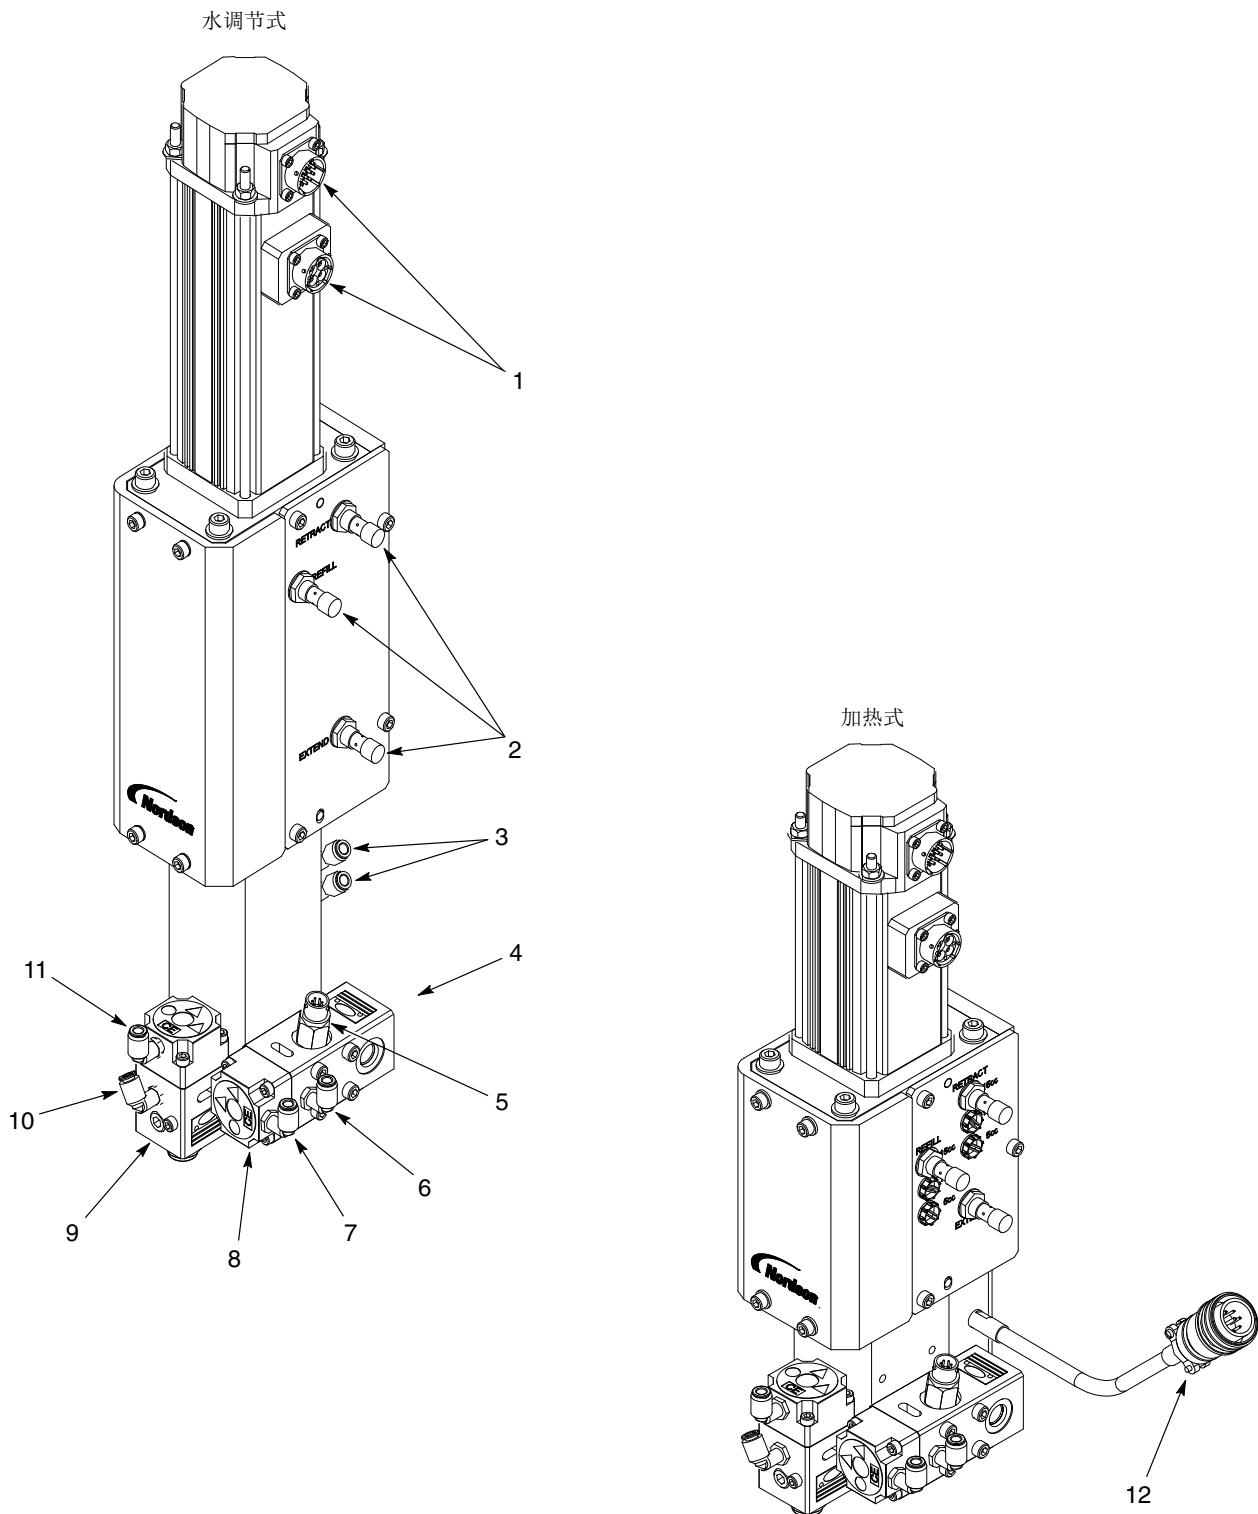

图 7 标准连接
1. 详见图7。将电缆从控制器连接到连接器(1)。
1. 详见图7。将至少60磅 / 平方英寸 (4.14巴) 的无尘车间空气连接到过滤器调节器的输入口上。